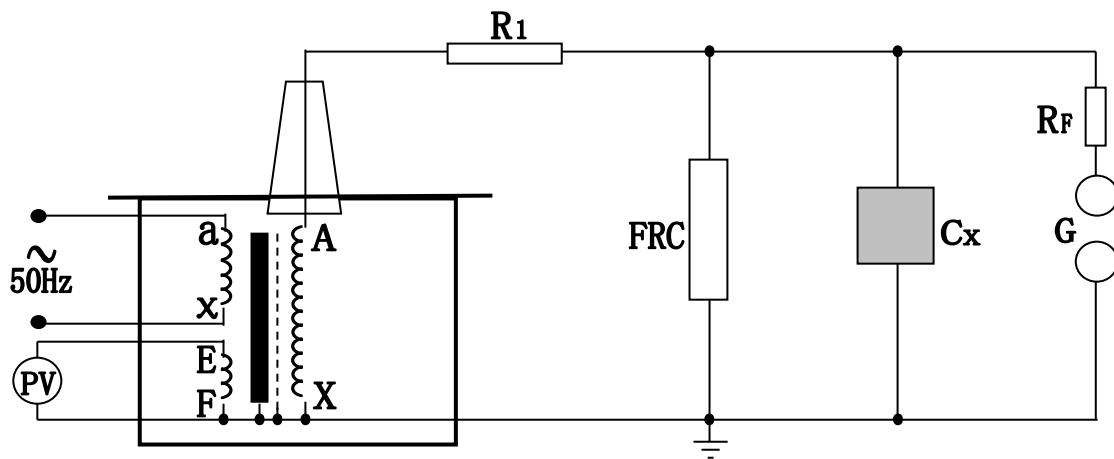

图 6: 被试品工频耐压试验接线图
3.1. 油浸式交流试验变压器做被试品的工频耐压试验使用接线原理图见图 6。
在工频耐压试验中，低电压侧测量电压(仪表电压)不是非常准确的，其原因是由于油浸式交流试验变压器存在着漏抗，在这个漏抗上必然存在着压降或容升，使试品上的电压低于或高于低压侧测量电压表上反映出来的电压。工频耐压试验时，被试品上的电压高于油浸式交流试验变压器的输出电压，也就是所谓容升现象。感应耐压试验时，油浸式交流试验变压器的漏抗必然存在着压降。为了准确测量被试品上所施加的电压，因此常在高压侧接入 FRC 阻容分压器来测量电压(见图 6)。